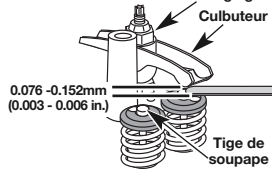

Fig. 28
- a. Tournez l'écrou de réglage à l'aide d'une clé de 8 mm (5/16 po) ou d'un tournevis à embout hexagonal (Fig. 28).